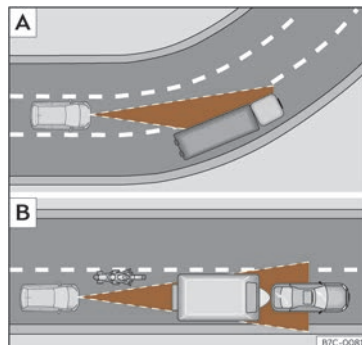

Fig. 174 **A** Vehículo nunha curva. **B** Motociclista circulando por diante fóra do radio de acción do sensor de radar.
O ACC podería non detectar en curva o vehículo precedente ou podería regular a distancia con vehículos que se atopan noutros carrís >>> **fig. 174 [A].**
- Vehículos que circulen sen aliñación ou fóra da zona de detección do sensor, por exemplo, motocicletas >>> **fig. 174 [B].**